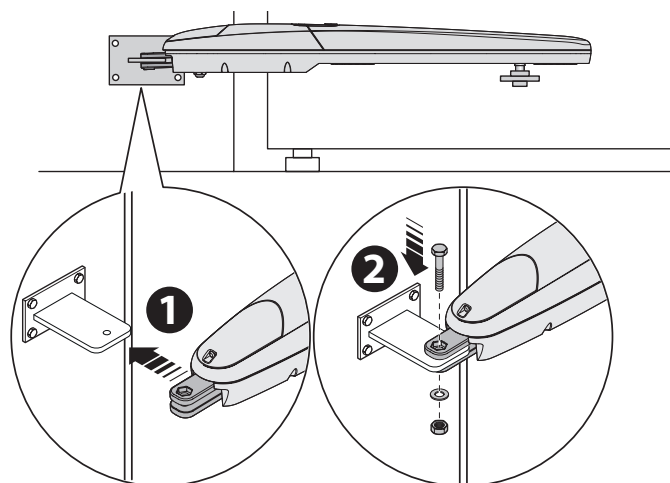

Fig. 6
01. Fijar el motorreductor al soporte como se muestra en la fig. 6 utilizando el tornillo, la arandela y la tuerca incluidos;